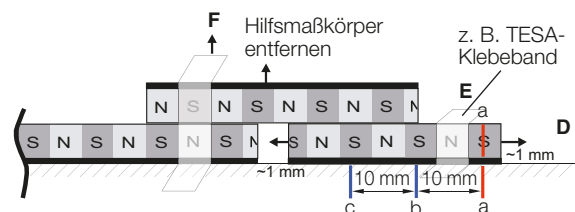

Bild 4-10: Drei Markierungen a, b und c anbringen
5. Den zweiten Maßkörper M2 unter dem Hilfsmaßkörper in die eine und in die andere Richtung verschieben, bis die maximale Anziehung erreicht ist. Den Maßkörper M2 an dieser stabilen Position mit TESA-Klebeband fixieren. Den Hilfsmaßkörper entfernen (Bild 4-10).
6. Den Maßkörper M2 und das Maschinenteil an einer beliebigen Position (a) markieren (Bild 4-10). Von dieser Markierung aus in Richtung Stoß zwei weitere Markierungen (b und c) im Abstand von je 1 Polpaar (hier 10 mm) nur auf dem Maschinenteil anbringen.